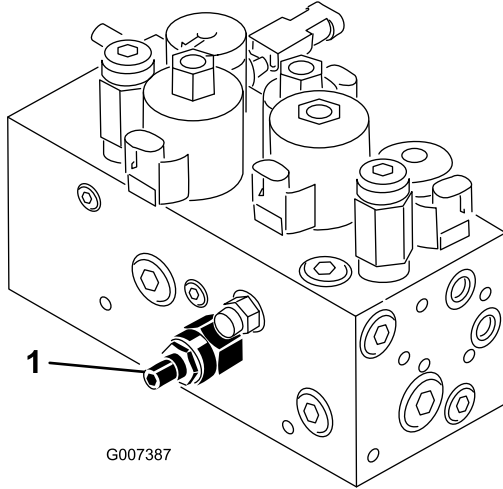

図 55
本機のカッティングユニット昇降回路にはフローコントロールバルブ（図 55）がついています。このバルブは出荷時に約3回転の開度に調整されていますが、作動油温度、作業速度などにより調整が必要になる場合があります。以下の手順で調整します：
1. 運転席を上げ、センタープルフレーム用フローコントロールバルブ（図 55）を露出させる。バルブは油圧マニホールドの側面についている。